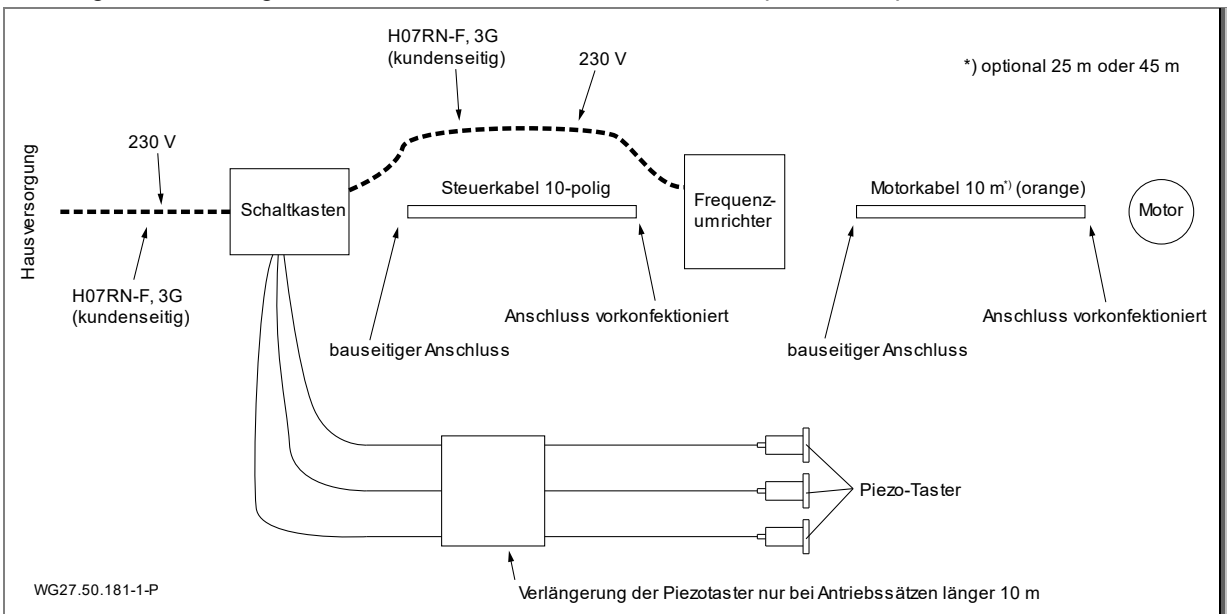

Abb. 19
14. Die Adern für den PTC (braun bzw. schwarz (BR1)/weiß (BR2)) sind nach Schaltplan zu verdrahten. Siehe "Abb. 19" auf Seite 24